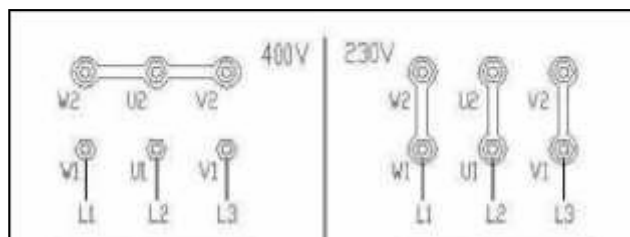

Рис.22
- в случае необходимости подъемник можно перевести и на питание 230В. Для этого необходимо изменить конфигурацию соединений в распределительной коробке подъемника (рис. 22).